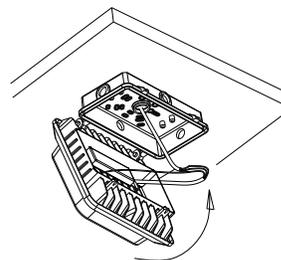

Figure 2-7
7. Close the box carefully not to cut any wires. Fig. 2-7
7. Fermez soigneusement la boîte pour ne couper aucun fil. Fig. 2-7